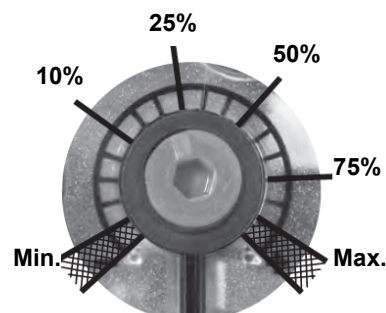

Fig. 5
**AVERTISSEMENT :** Pour régler la pression de sortie du régulateur VD-R, agir sur la bague de réglage (Fig. 5). La position de l'indicateur dans la bague indique la valeur de la pression de sortie calculée en pourcentage de la pleine échelle du capteur PS (Fig. 6).
3. Serrer VD avec 2 vis M5 chacun, max. 5 Nm/44 in.lb, fig. 5/6.